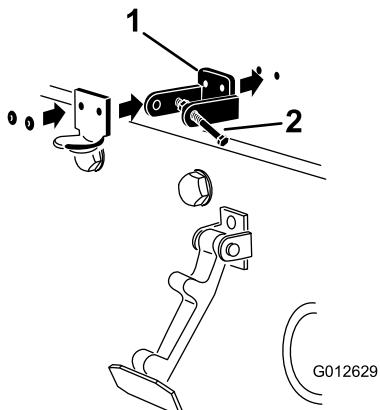

**Рисунок 5**
2. Удалите две заклепки, крепящие кронштейн защелки капота к капоту (Рисунок 5).